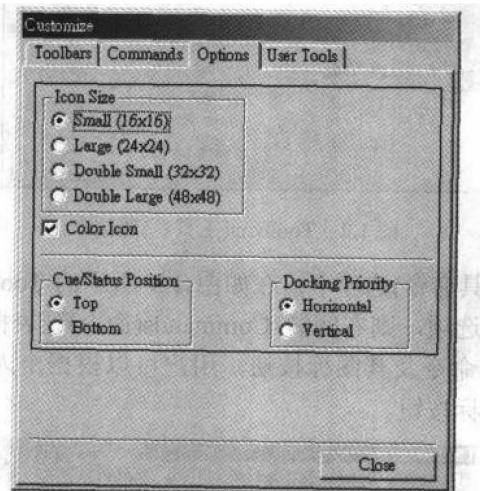

图 1.4 Options 选项卡
- Options(选项)选项卡(图 1.4): 用来设置工具条图标按钮的大小和颜色以及提示/状态栏的位置。